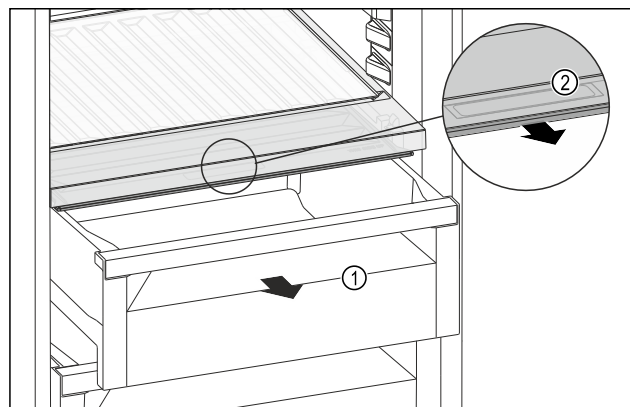

Fig. 177
- Estrarre il cassetto Fig. 177 (1).
- Afferrare la maniglia incassata Fig. 177 (2) sul coperchio dello scomparto e tirare allo stesso tempo in avanti il coperchio dello scomparto.